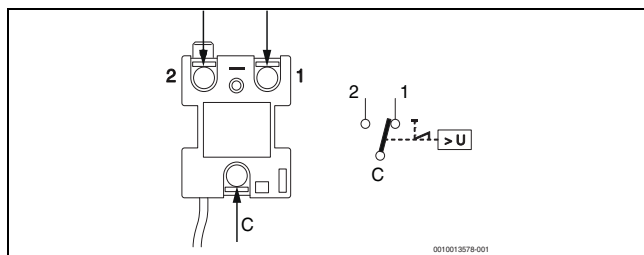

Bild 3 Anschließen des Sicherheitstempurbegrenzers
- ▶ Die Drähte des Thermostats auf den neuen Thermostat umstecken (→ Abb. 3)